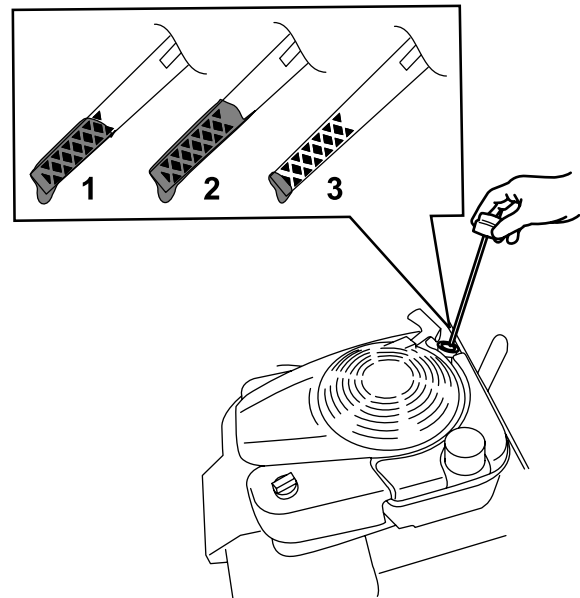

Figura 22
3. Retire la varilla girando el tapón en el sentido contrario a las agujas del reloj y tirando del mismo (Figura 22).
- Observe en la varilla el nivel de aceite (Figura 22).